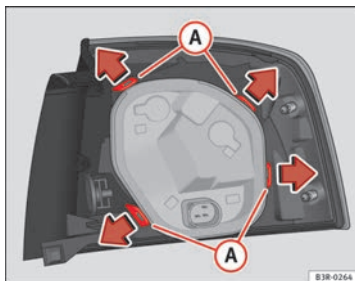

Abb. 225 Befestigungsglaschen Rückseite Heckleuchte
- Entriegeln Sie die Befestigungsglaschen (A) ⇒ Abb. 225.
- Heben Sie den Lampenträger in Pfeilrichtung (B) ab.